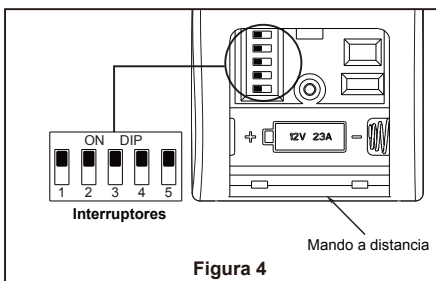

Figura 4
2. Levante cuidadosamente el ventilador y coloque el ensamble de la bola para colgar/varilla en la abrazadera para colgar que acaba de fijar a la caja de salida. Asegúrese de que la ranura de la bola esté alineada con la lengüeta de la abrazadera para colgar. (Figura 4)
3. Conecte los conductores verdes de la abrazadera para colgar, bola para colgar y conductor verde del suministro (puesta a tierra) con el conector de cables. Conecte el conductor negro de la unidad receptora marcado "AC IN L" al conductor negro de alimentación con el conector de cables. Conecte el conductor blanco de la unidad receptora marcado "AC IN N" al conductor blanco de alimentación con el conector de cables. Conecte el conductor blanco de la unidad receptora marcado "TO MOTOR N" al conductor blanco del ventilador con el conector de cables incluido con la unidad receptora. Conecte el conductor negro de la unidad receptora marcado "TO MOTOR L" al conductor negro del ventilador con el conector de cables que se adjunta con la unidad receptora. (Figura 4)
4. Para configurar el código del mando a distancia a las mismas posiciones que en el receptor. Mueva los interruptores de código hasta colocar el código de selección en la posición arriba o abajo. Con un destornillador pequeño o con una lapicera (no se incluye) deslice firmemente hacia arriba o hacia abajo. (Figura 4)